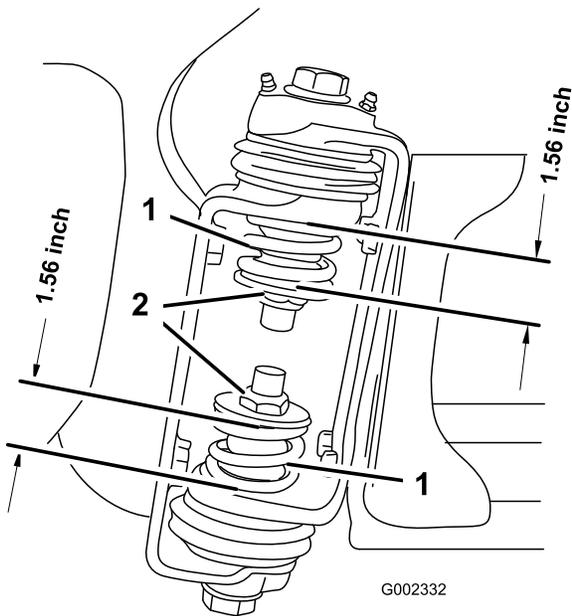

図 4
3. ブームが開いた状態で、ブーム蝶番の部分で上部スプリングと下部スプリングの圧縮状態の長さを測定する(図 4)。